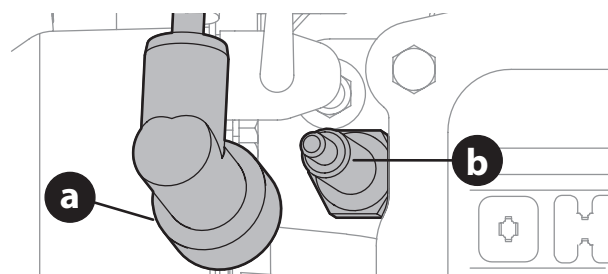

Рисунок 10
1. Снимите колпачок свечи зажигания (а) и извлеките свечу зажигания (b) с помощью ключа для свечей зажигания (рис. 10).